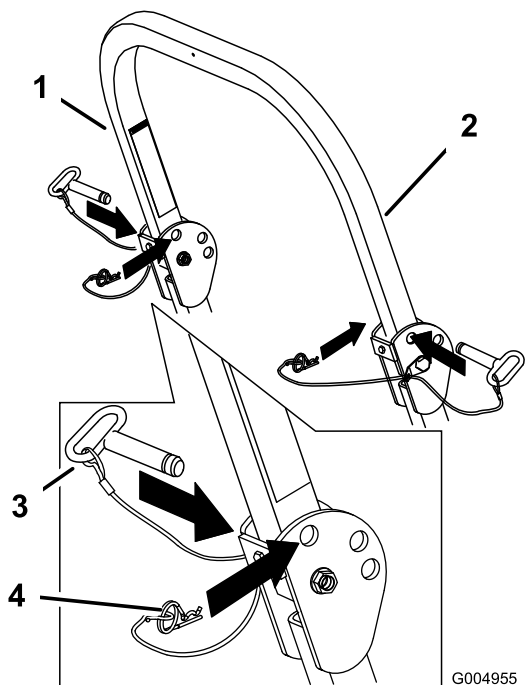

Figure 9
1. Retirez les goupilles fendues puis les deux axes (Figure 9).
3. Posez les 2 axes et fixez-les avec les goupilles fendues (Figure 9).
4. Pour relever l'arceau de sécurité, retirez les goupilles fendues puis les 2 axes (Figure 9).
5. Relevez complètement l'arceau de sécurité puis insérez les 2 axes et fixez ces derniers avec les goupilles fendues (Figure 9).